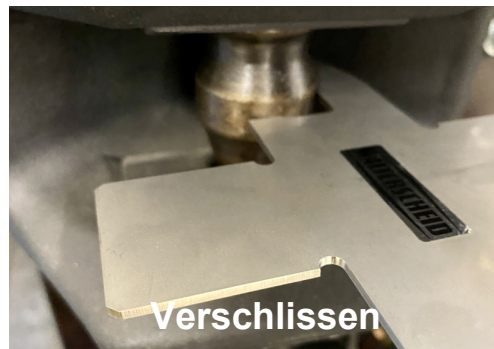

Bild 3
- Der Kuppelbolzen hat die Verschleißgrenze erreicht, wenn er an einer beliebigen Stelle im Bereich des Nenndurchmessers vollständig in die Lehre eintaucht (siehe Bild 3).